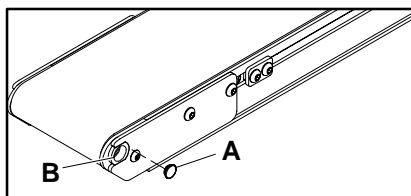

Figure 4
Toutes les parties non motrices disposent d'un bouchon en plastique (A de la figure 4) installé sur les extrémités de la poulie qui retient les entretoises (B). Utilisez un petit tournevis plat pour retirer ce bouchon.
Lorsque la lubrification est terminée (C), le graisseur peut être laissé en place ou être démonté et remplacé par un bouchon de plastique (A de la figure 4).